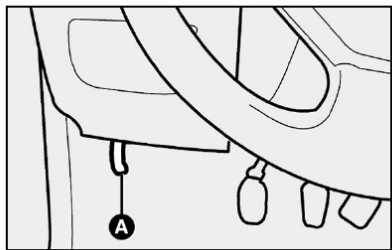

fig. 71
- 1) puxar a alavanca **A-fig. 71**;